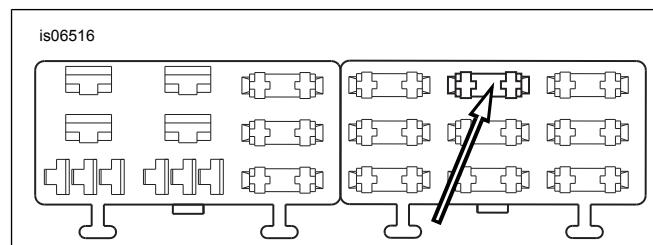

Figura 26. Kavità tal-Blokka tal-Fjus "P&A IGN" (Softail tal-2004-2010)
4. Ara Figura 26 . Sib il-kavità tal-fjus indikata bħala "P&A IGN" fuq il-cover tal-blokka tal-fjus fil-blokka tal-fjus tal-lemin. Daħħal it-terminal fuq il-wajer oranġjo/abjad tal-adapter sakemm jieqaf. Irreferi għal terminal fil-qrib li ġie installat mill-fabbrika ħalli tqabbel miegħu biex tivverifika l-korrettezza tal-orientazzjoni u l-fond.